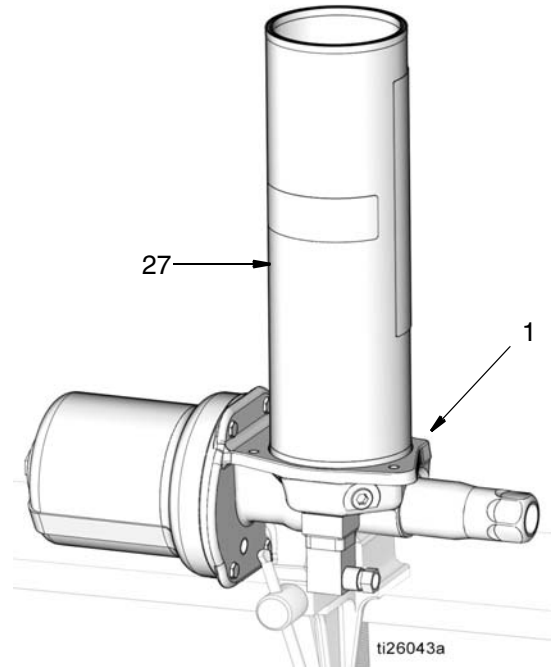

图 57
11. 安装液箱 (27) 到泵底座 (1) 上 (图 57)。